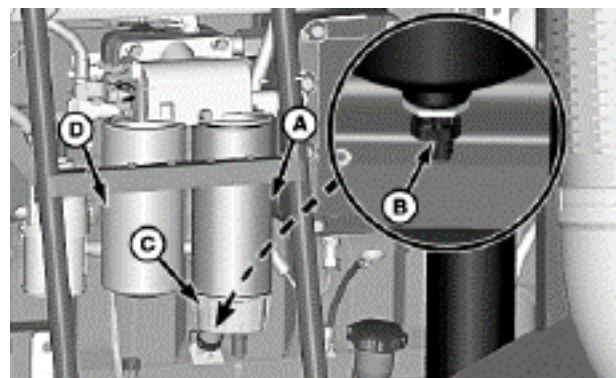

Рис.4.14 – Обслуговування фільтрів: А- паливний фільтр грубої очистки; В- зливний клапан; С- барабан відокремлювача; D- паливний фільтр тонкої очистки
3. Злити забруднене паливо і стравити тиск паливного фільтра тонкого очищення (А), відкривши зливний клапан (В) (рис.4.14).